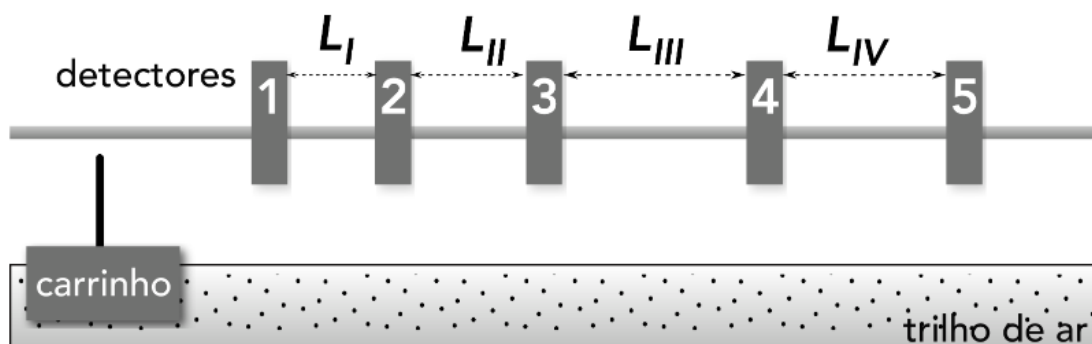

Figura 1. Diagrama esquemático do **trilho de ar**, do **carrinho** e dos suportes dos detectores de passagem.
2. Como mostrado na Figura 1, sobre o **trilho de ar** estão dispostos cinco módulos de detecção que registram o momento da passagem do **carrinho** e definem quatro intervalos espaciais bem definidos L_I , L_{II} , L_{III} e L_{IV} .